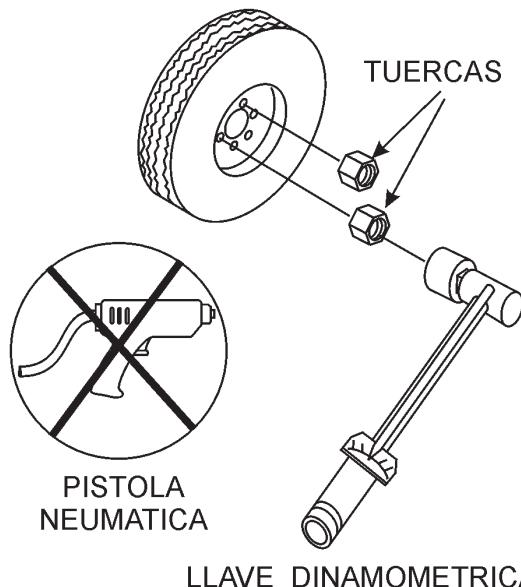

Figura 64. Secuencia para apretar las tuercas
12. **Tuercas**- Se usan para asegurar la llanta al centro de la llanta. Siempre use una llave dinamométrica para apretar las tuercas. Consulte la Tabla 18 y la Figura 64 para el apriete de las tuercas y la secuencia.